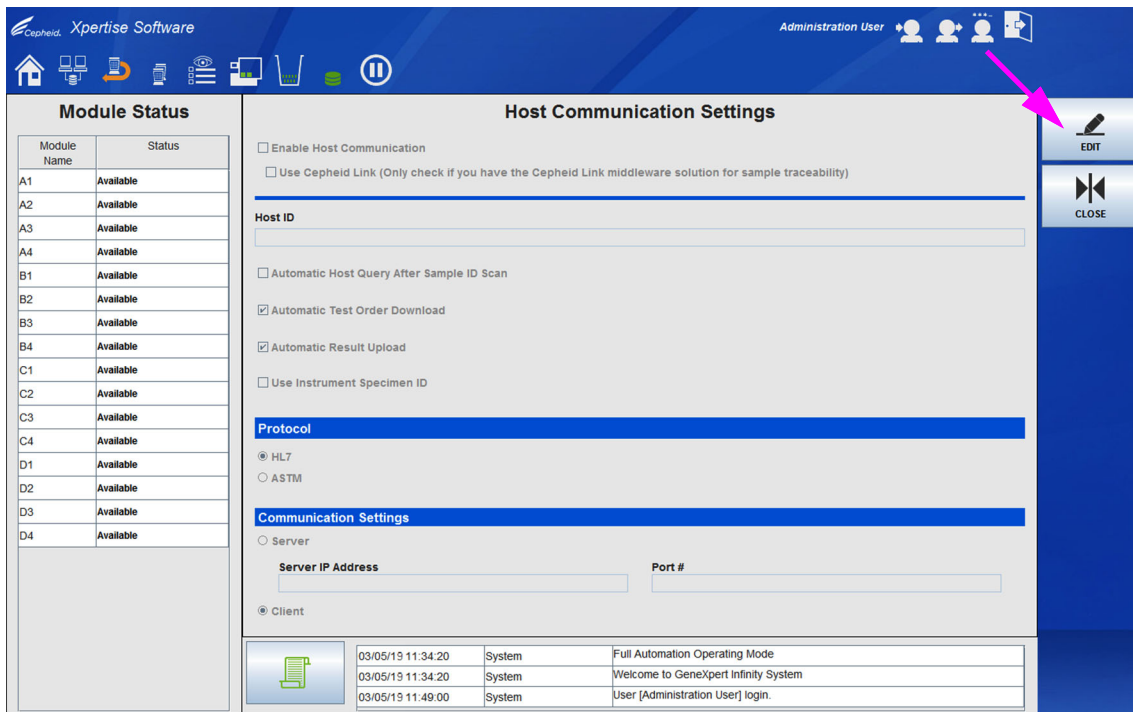
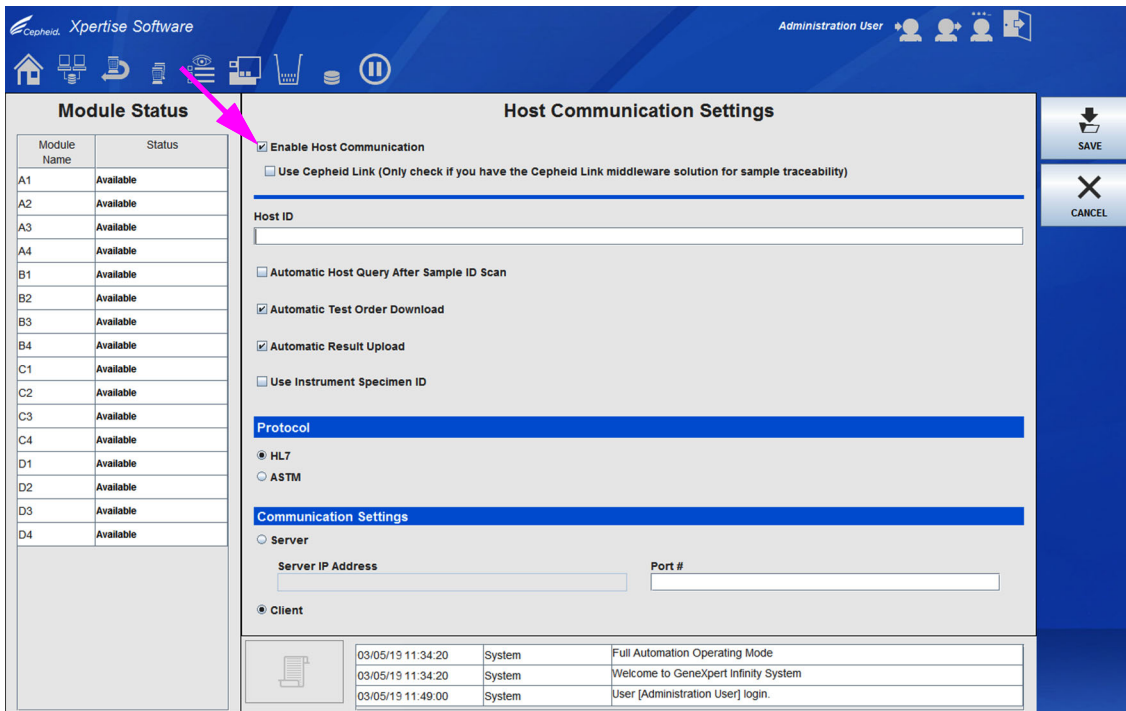

Figura 2-31. Área de trabalho Host Communication Settings (Definições de comunicação do anfitrião)
Figura 2-32. Área de trabalho Host Communication Settings (Definições de comunicação do anfitrião) ativada
2. Selecione o botão **HOST COMMUNICATIONS SETTINGS (DEFINIÇÕES DE COMUNICAÇÕES COM O ANFITRIÃO)** (ver Figura 2-23) para visualizar a área de trabalho Host Communication Settings (Definições de comunicação do anfitrião). Ver Figura 2-31.
- Na área de trabalho Host Communication Settings (Definições de comunicação do anfitrião), selecione o botão **EDIT (EDITAR)** (ver Figura 2-31) para permitir a edição das definições de comunicação do anfitrião. A área de trabalho Host Communication Settings (Definições de comunicação do anfitrião) está agora ativa e pode ser editada conforme mostrado na Figura 2-32.
- Para ativar a comunicação do anfitrião, assinale a caixa de verificação **Enable Host Communication (Ativar comunicação do anfitrião)** no canto superior esquerdo da área de trabalho (consultar Figura 2-32). Isto permite a seleção de outras opções na área de trabalho Host Communication Settings (Definições de comunicações do anfitrião).
Área de trabalho Host Communication Settings (Definições de comunicação do anfitrião) (ver Figura 2-32)
3. Na área de trabalho Host Communication Settings (Definições de comunicação do anfitrião), selecione o botão **EDIT (EDITAR)** (ver Figura 2-31) para permitir a edição das definições de comunicação do anfitrião. A área de trabalho Host Communication Settings (Definições de comunicação do anfitrião) está agora ativa e pode ser editada conforme mostrado na Figura 2-32.